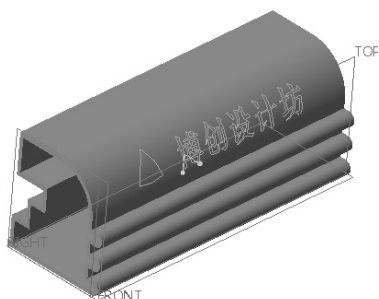

图 6-164 完成投影截面草绘修饰特征
7) 在“投影曲线”选项卡中单击  (完成) 按钮，完成的投影截面草绘修饰特征如图 6-164 所示。